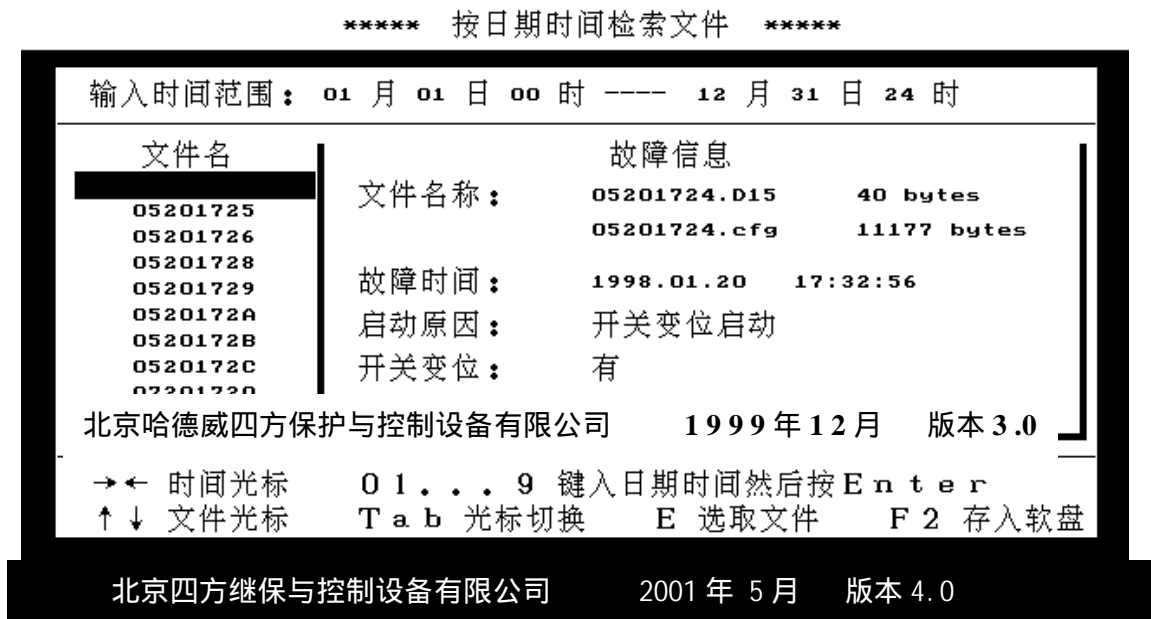

图 4-6-10
2. 时间检索: 输入时间范围, 自动查找并显示这一时段内的故障数据, 显示方式见图 4-6-10。
进入图 4-6-10 所示的界面后, 用“Tab”键把光标由文件名栏切换到输入时间范围栏, 用“ ” 或 “ ” 键移动时间输入光标并输入要求的时间范围。如在“月”前的光标处输入 5, 回车确认后移到下一位置; 输入 24 (日), 回车确认后...。时间范围确认后, 再用“Tab”键切换到文件名栏, 这时显示的便是我们要查找的所有数据。可以从中选取并拷贝至软盘。